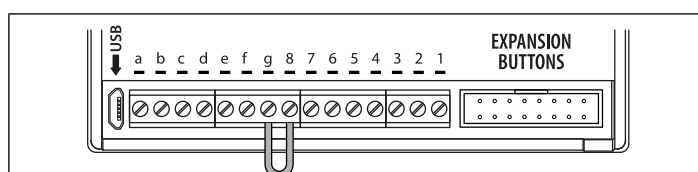

Fig. 59
2. Plaats een onderbreking over de klemmen **g** en **8** aan de achterkant van de GSM-module, zoals weergegeven in **Fig.59**.